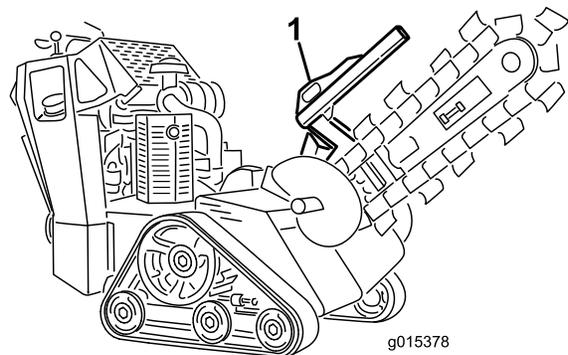
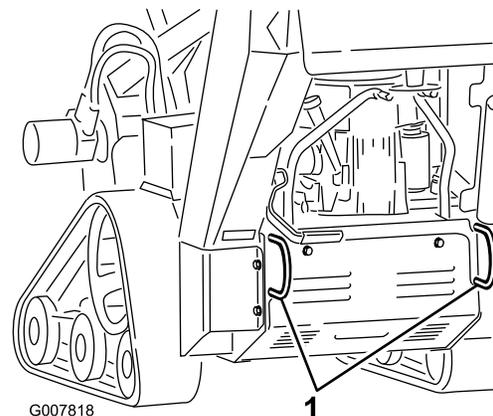

Figura 19
Figura 20
3. Sujete la máquina a un remolque con cadenas o correas usando los puntos de amarre/izado situados en la parte delantera y trasera de la máquina (Figura 19 y Figura 20). Consulte en la normativa local los requisitos aplicables al remolque y al sistema de amarre.
Puede izar la máquina usando los puntos de amarre/izado (Figura 19 y Figura 20).